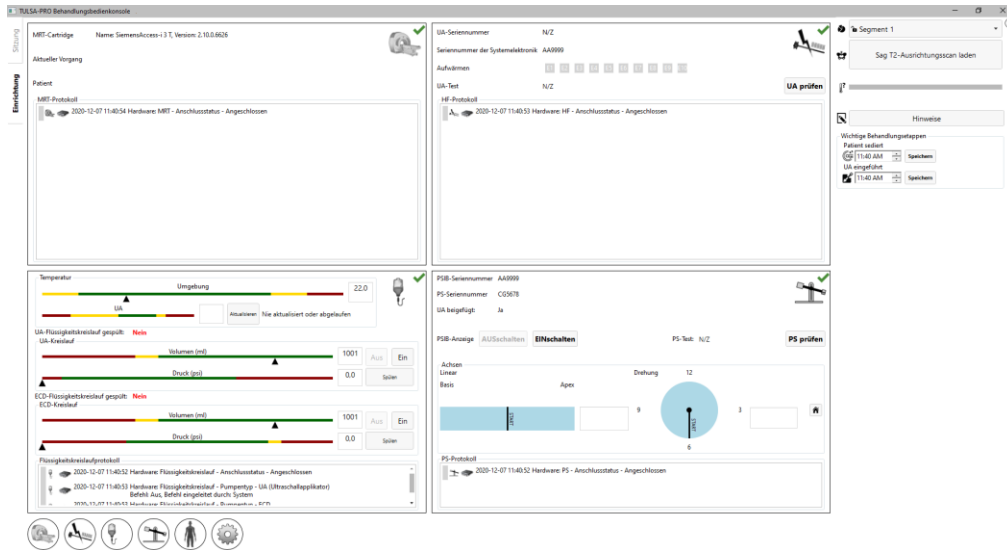
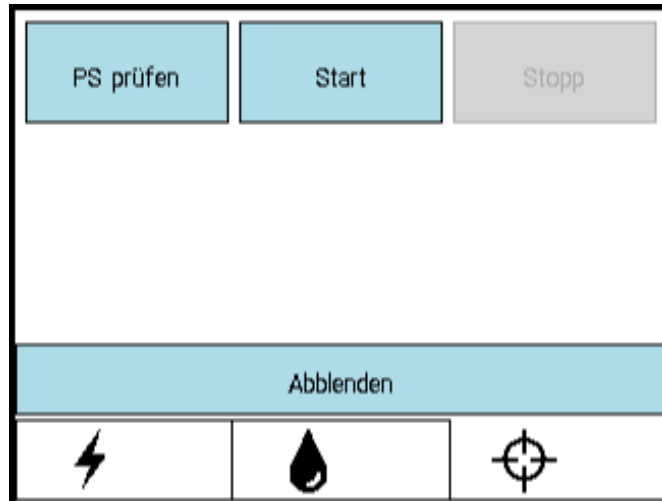
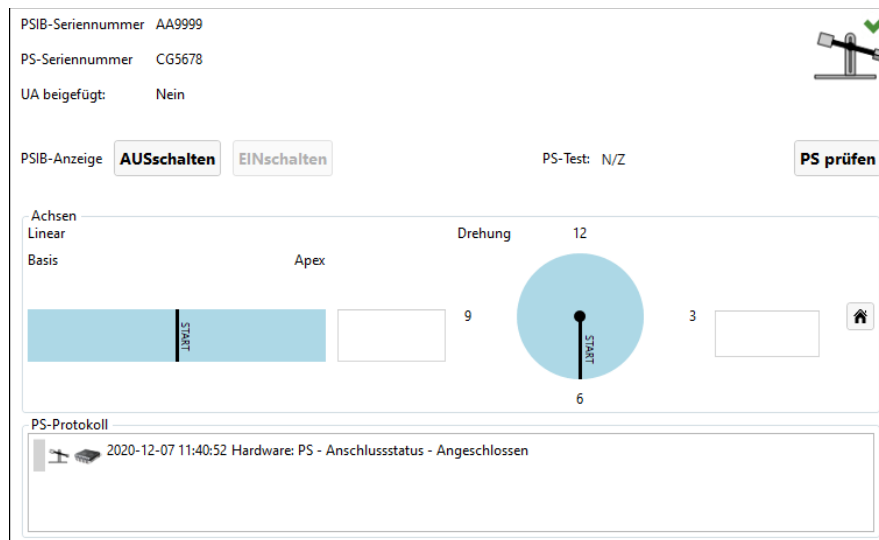

Abbildung 6: Arbeitsbereich „Einrichtung“ der TDC
Abbildung 20: PSIB-Anzeige – Registerkarte „PS“
Abbildung 21: PS-Informationsbox im Arbeitsbereich „Einrichtung“
2. Nach Auswahl von **Neue Sitzung** gelangen Sie in den Arbeitsbereich **Einrichtung** (Abbildung 6), in dem Sie vor dem Fortfahren kontrollieren können, ob alle Geräte ordnungsgemäß funktionieren.
Klicken Sie in der PSIB-Anzeige auf **PS prüfen** (Abbildung 20). (Dies kann auch über den Arbeitsbereich TDC *Einrichtung* (Abbildung 6) in der PS-Informationsbox im rechten unteren Quadranten erfolgen (Abbildung 21).)